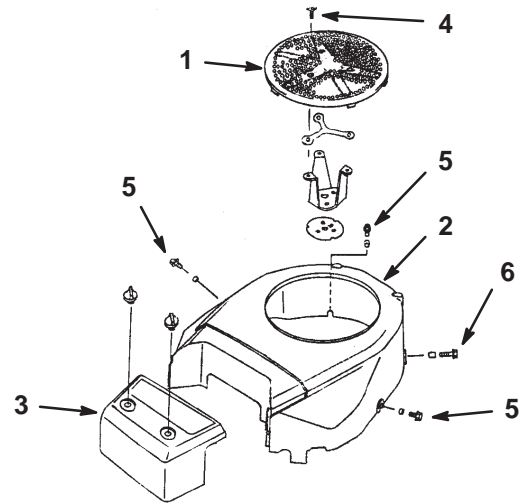

Figure 31
2. Déposez la grille d'entrée d'air, le couvercle du filtre à air, le boîtier du ventilateur et les boulons (Fig. 31).
4. Reposez la grille d'entrée d'air, le couvercle du filtre à air, le boîtier du ventilateur et les boulons (Fig. 31). Serrez les boulons à 5,8 Nm.